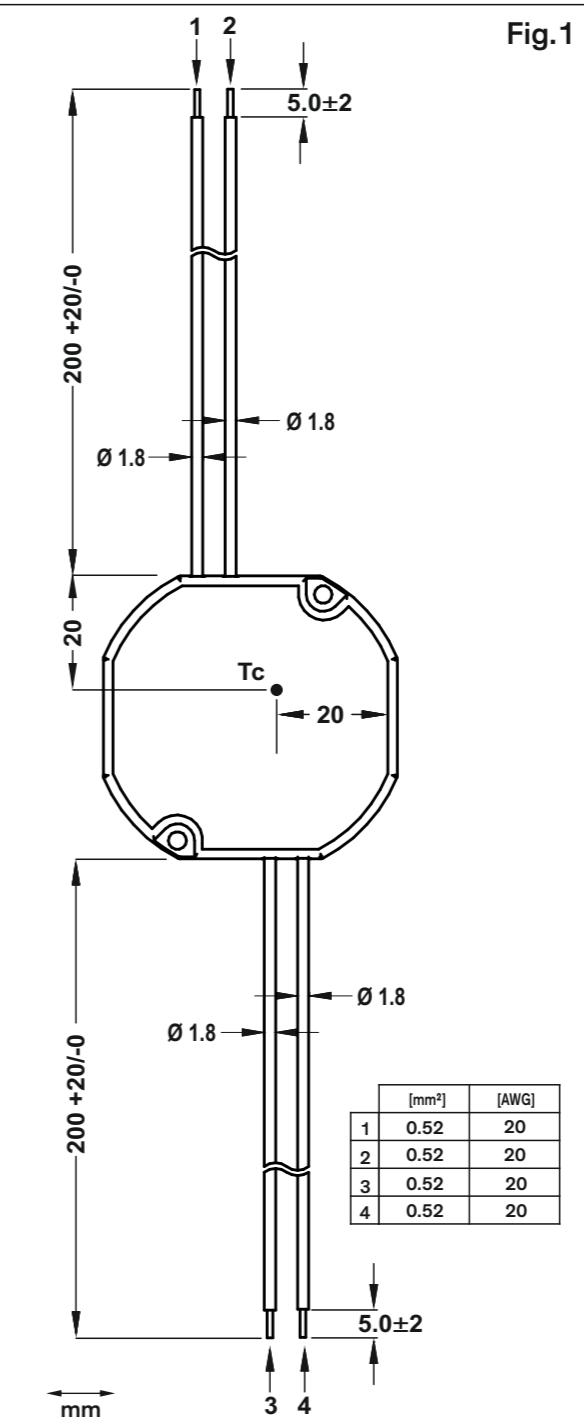

Fig.1
**Identificación de características Fig.1**
**Identificazione dei particolari Fig.1**
- Все входные и выходные провода должны быть надлежащим образом рассчитаны на работу с блоком питания и должны быть подключены с соблюдением правильной полярности. Fig.1
**Описание компонентов Fig.1**